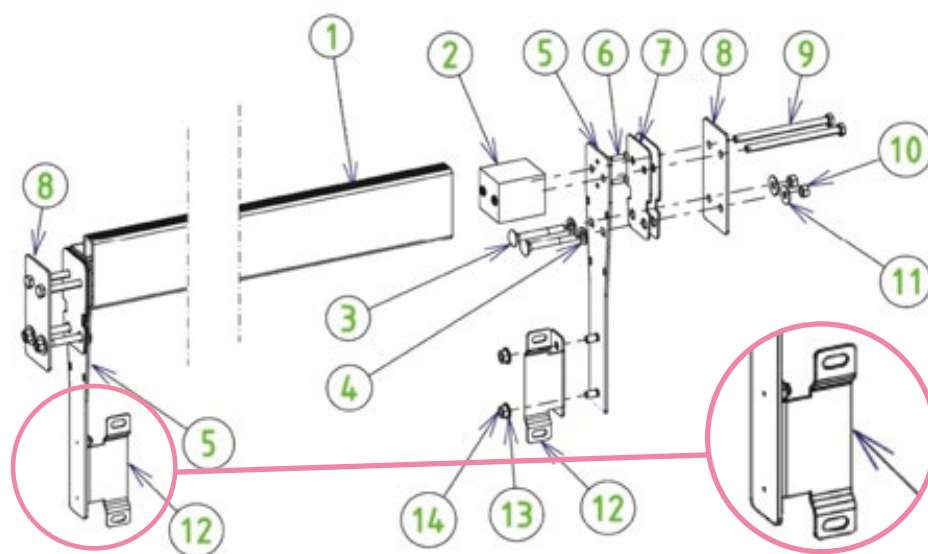

Figure 42 – Assemblage et montage de la poutre
Les étapes de montage de la poutre sont illustrées à la Figure 42. La visserie nécessaire à ce montage se trouve dans le sachet Y. Sur cette figure, la paroi de bois est située entre les pièces 7 et 8, et le liner est situé entre les deux joints (7) en caoutchouc.
Montez les deux équerres de support de parois de séparation (12) sur les platines (5) par le biais de quatre écrous (14) et quatre rondelles (13) de diamètre 8 mm en inox A4. Les avancées sur lesquelles se situent les trous oblongs sur les équerres (12) doivent se situer du même côté de la poutre (voir zoom Figure 42).
Pour finir, fixez la paroi de séparation sur les équerres (pièce 12 de la **Figure 42**) grâce à quatre vis (7) à tête poêlier 8 × 16, quatre rondelles et quatre écrous de diamètre 8 mm en inox A4.